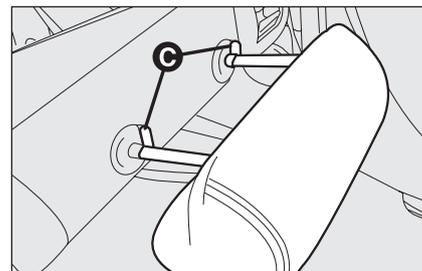

fig. 30
- premere i tasti **C-fig. 30** (ubicati a lato dei due sostegni degli appoggiatesta) quindi rimuovere gli appoggiatesta sfilandoli verso l'alto.